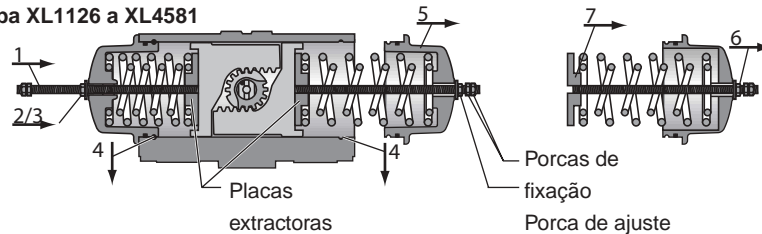

Fig. 5 Desmontagem da Tampa
- Para XL 26 a XL 681 os Pistões (20)
- Para XL 1126 a XL4581 a placa Retractora (20a, consulte também Fig 5) até o percurso parar (NÃO APERTE EM DEMASIA) e certifique-se de que a porca e a anilha estão livres da face da Tampa.
7 Evite que as "porcas-de-fixação" rodem com uma chave de fendas. Utilize outra chave para apertar ambas as porcas de ajuste, meia volta de cada vez (ver Fig. 5), no sentido dos ponteiros do relógio nas Barras até dar duas voltas. Isto leva
- Para XL 26 a XL681 os Pistões (20)
- Para XL 1126 a XL4581 a placa Retractora (ver também Fig 5) às tampas (21) e comprime a mola. Esta compressão de Mola, solta a força da Mola e desbloqueia a SAFEKEY para remoção.
11 Para manter o Conjunto de Mola intacto (Fig. 5), mantenha a Barra Retractora no lugar. Para desmontar o Conjunto de Mola, desaperte a porca de ajuste na Barra Retractora soltando a força da Mola, enquanto impede que a barra rode com uma chave de fendas nas porcas de fixação.